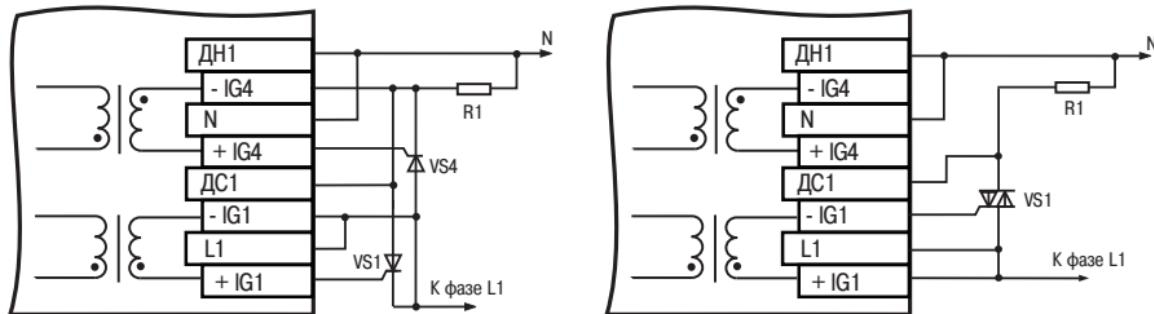

Рисунок 3.6
3.2.1.4 Формирователь импульсов имеет два изолированных выхода, что позволяет подключать к каждому каналу блока либо симистор, либо два тиристора (рисунок 3.6). Каждый выход при работе выдает от 1 до 4 пачек однополярных импульсов тока для открытия тиристора амплитудой 0,5 А или 1,5 А, в зависимости от Положения разряда 6 DIP-переключателя.